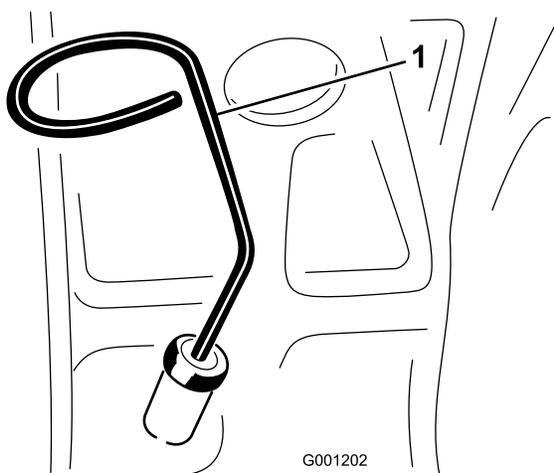

図 21
2. ディップスティック(図 21)を抜き取り、付いているオイルをウェスで拭きとってもう一度差し込む。引き抜いて油量を点検する。FULL 位置まであればよい。